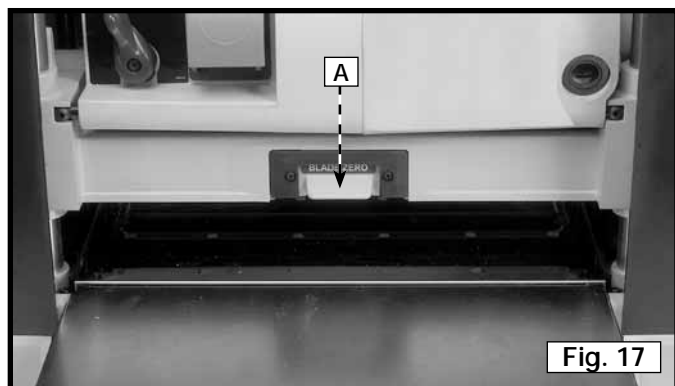

Fig. 17
- Enfoncer l'indicateur de zéro (A) fig. 17 pour engager.